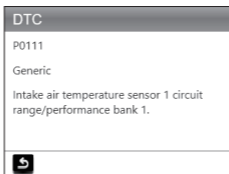

Figura 6.1.3
2. Vamos a tomar como ejemplo un código de falla P0111 (Ver la Figura 6.1.3). El AL500B te da la definición del código (rango de circuito del sensor de temperatura del aire de admisión 1/banco de rendimiento 1).